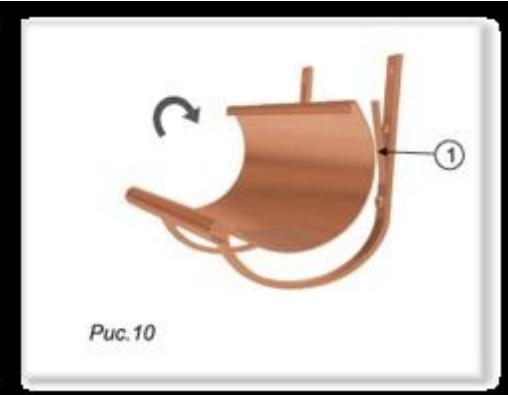

Рис.10
Вставьте водосточный желоб в крюк, заведя его переднюю часть за носик крюка так, чтобы носик крюка оказался внутри завитка желоба (рис.10). Поверните водосточный желоб на 90° в сторону кровельного ската. Затем расположите желоб внутри крюка водостока и зафиксируйте с помощью специальных пластин фиксаторов (1) (рис.11).